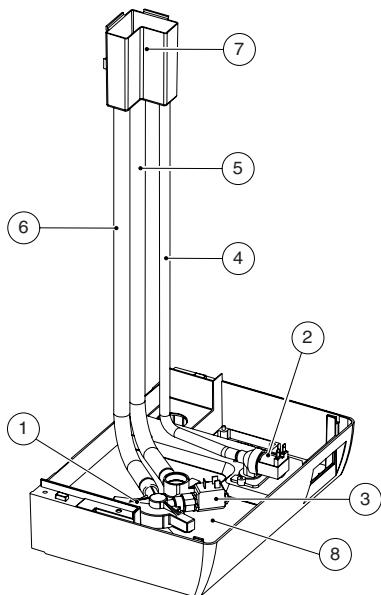

Рис. 9.2.1
- **Поддон** (Рис.9.2.1, № поз. 8)